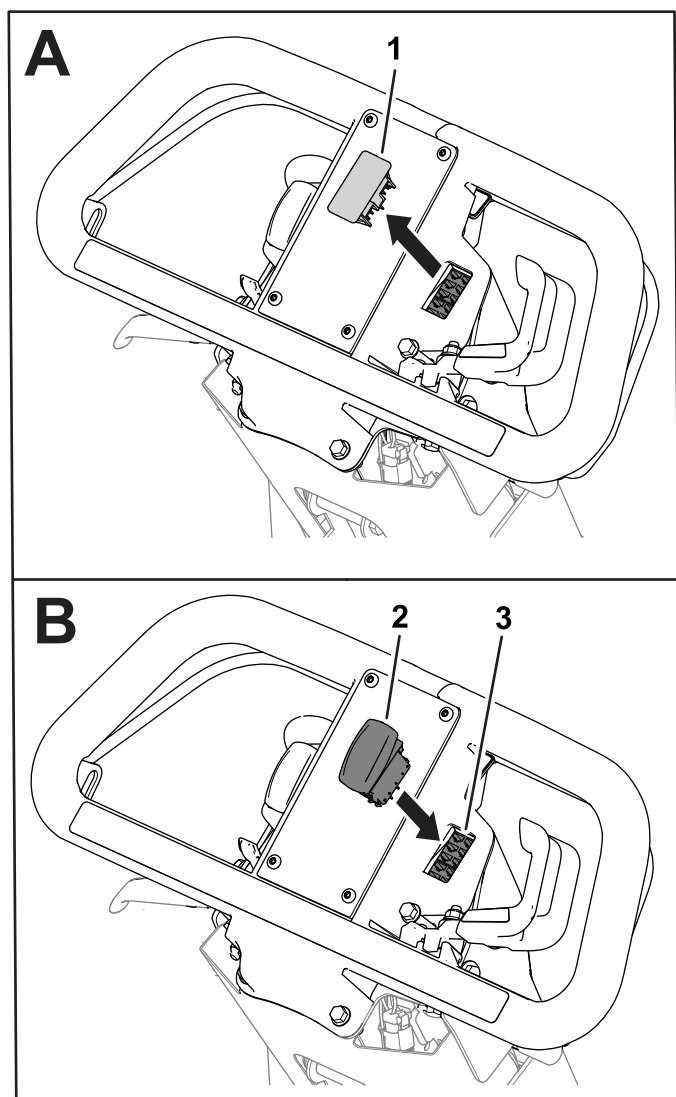

Figura 3
1. Retire o tampão da pega (Figura 3).
2. Ligue o interruptor com o conector de 8 tomadas da cablagem (Figura 3).